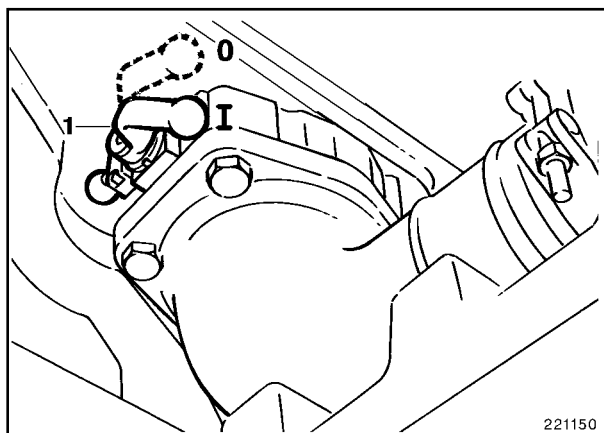

Fig. 12
- Cerrar la tapa de cierre del depósito. Poner la palanca (1, Fig. 12) para tal fin en la posición 0.